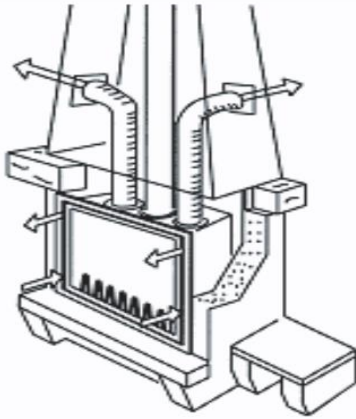

Fig. 5
**Caso 2 - Salida de aire caliente tanto por los tubos como por la parte frontal (Fig. 5):**